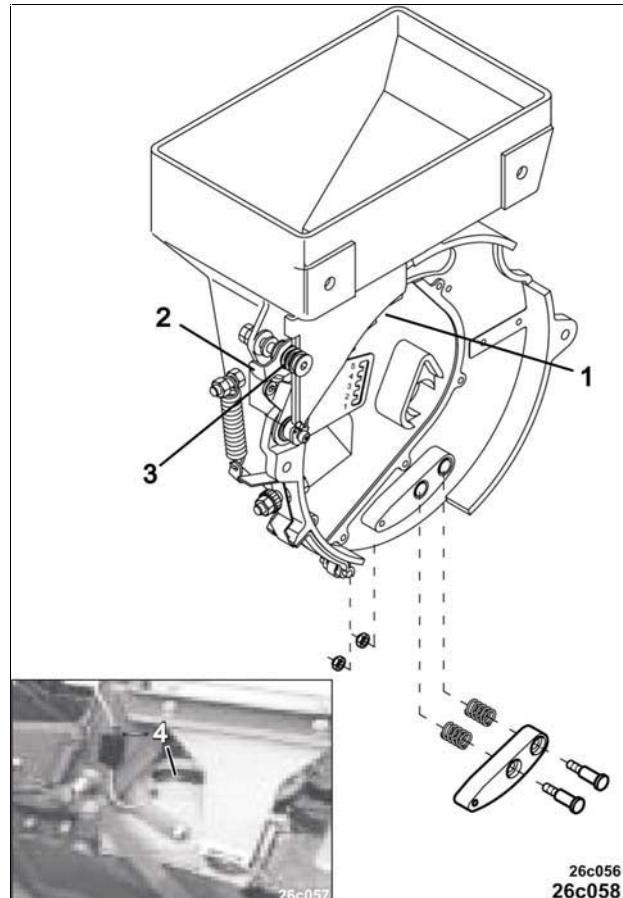

Рис. 68
Зубчатые чистики (Рис. 68/1) состоят из трехступенчатой пластиковой части и могут устанавливаться в 5 положений по отношению к фасонным отверстиям дозирующего диска.
Для установки чистика в нужное положение, переводной рычаг (Рис. 68/2) зацепите за установочный винт (Рис. 68/3).
На рисунке (Рис. 68) изображено положение чистика - "2".
При проверке либо один человек должен следовать за агрегатом и контролировать через смотровое окошко (Рис. 68/4) высевной коробки работу дозирующих органов, либо для проверки межзернового расстояния в ряду расчищается участок поля.
**Если посевной материал виден в смотровое окошко (Рис. 68/4), значит, в высевную коробку подается больше посевного материала, чем отбирается.**